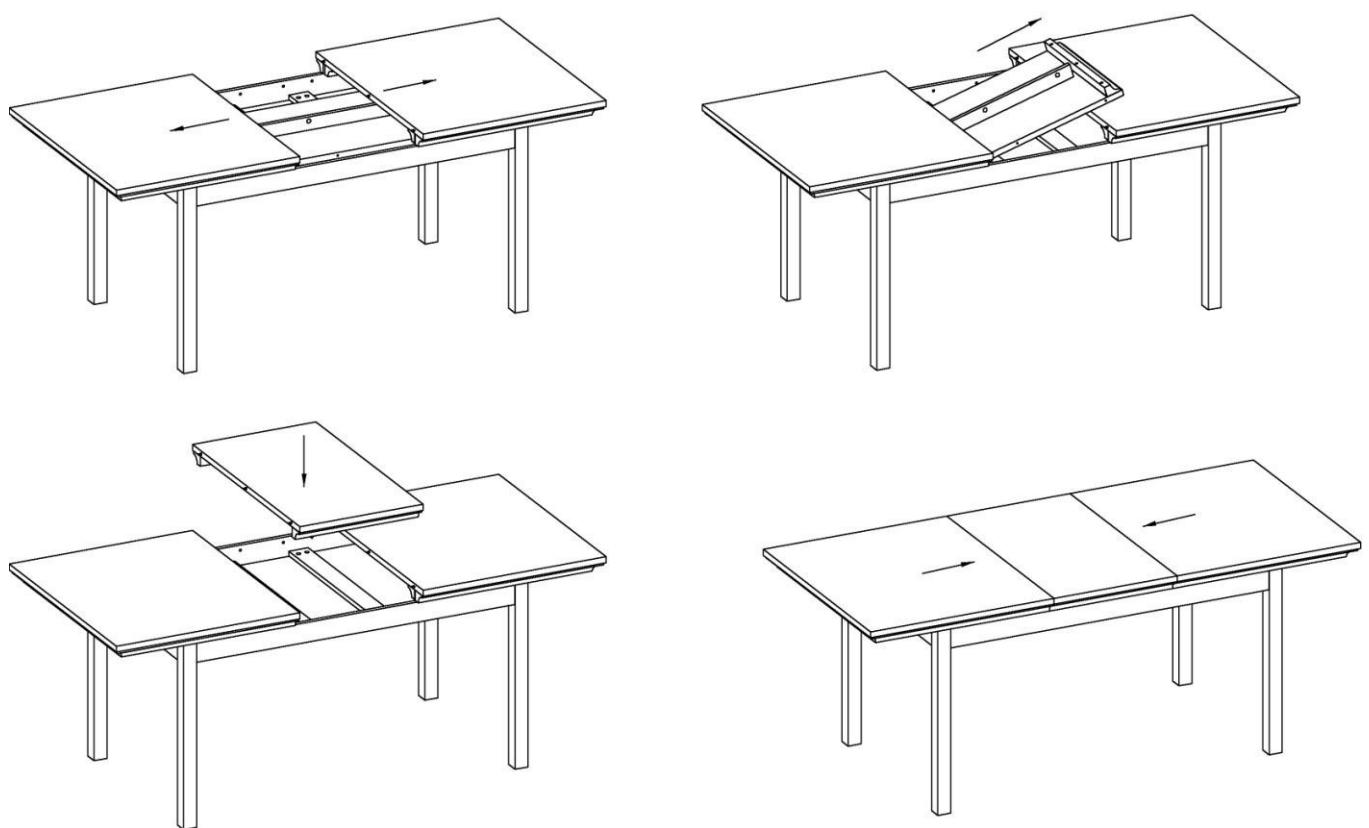

Рис. 4
5. Схема раздвижения стола показана на рис.4. При установке вставки обратите внимание, чтобы металлические соединительные шканты на кромках вставки и крышки вошли в их соответствующие ответные части.